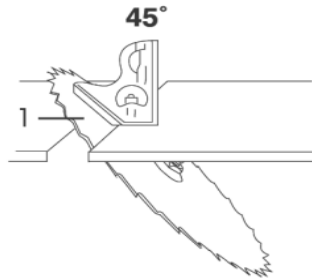

Fig. 11 – Ajuste do ângulo
- 4 - Com o auxílio de um esquadro de 45°, ajuste a lâmina de serra com relação à base, conforme mostra a fig. 11;